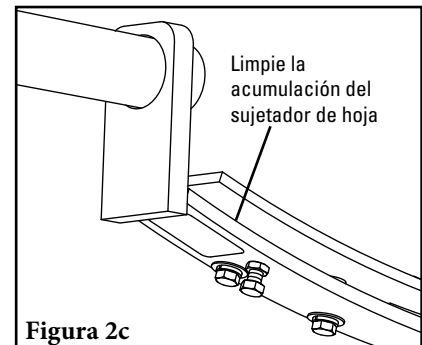

Figura 2c
- Retire la hoja del sujetador y limpie la acumulación de material del sujetador con un cepillo de alambre (Figura 2c).